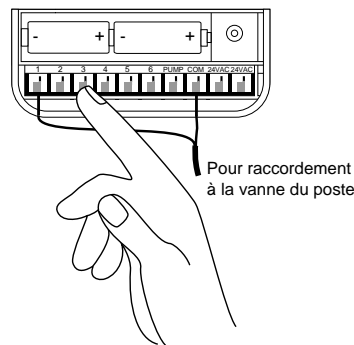

FIGURE 26 : Raccordement des vannes
- Il peut être nécessaire d'ouvrir la borne pour introduire ou retirer le fil. Pour ce faire, il suffit de repousser vers le haut la patte située au-dessus de la borne [voir la figure 26].
- Raccordez le fil commun sur la borne identifiée **COM** [voir la figure 26].